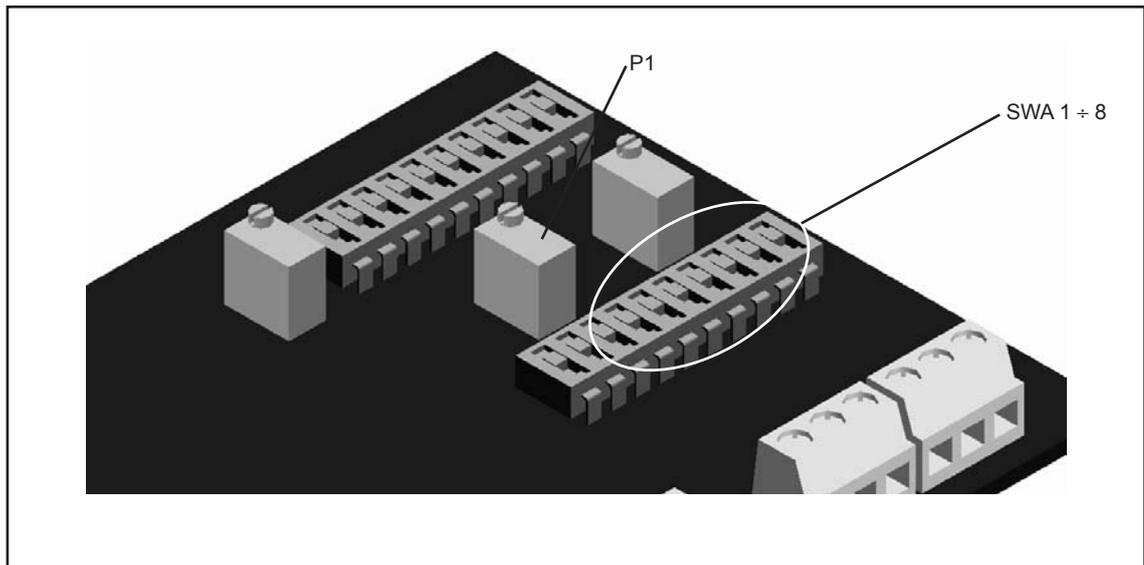

Fig. 5-9 : Position des micro-interrupteurs SWA 1 ÷ 8 et du potentiomètre P1
- Contrôler que les micro-interrupteurs SWA1 à 8 soit en position Off (se référer à la figure 5-9 pour l'emplacement des micro-interrupteurs sur le circuit).